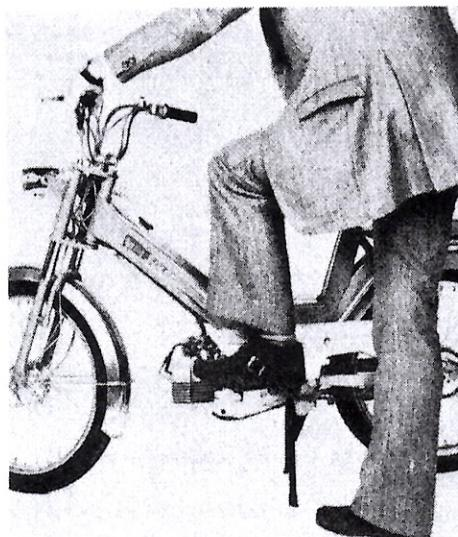

Fig. 3
- Amenez la pédale en position haute (fig. 3) et appuyez énergiquement sur celle-ci en maintenant le levier de démarrage.